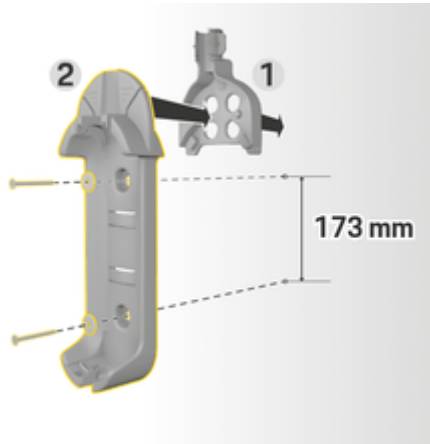

Fig. 8: Medidas de taladrado
3. Presione la base de soporte de pared **2** (Fig. 8) dentro de la guía de cables **1** (Fig. 8) desde delante.